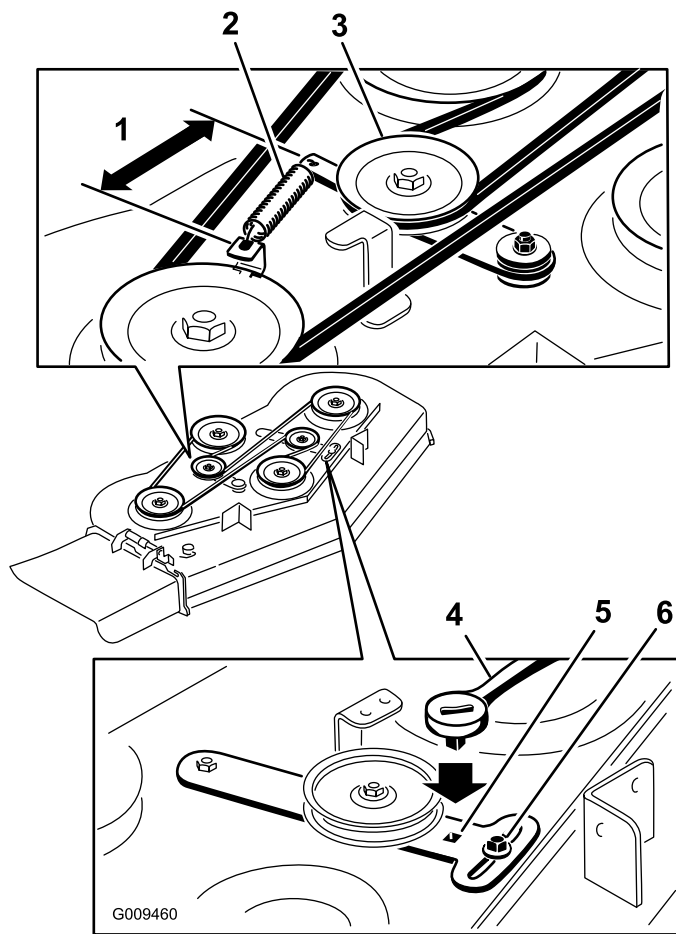

Figura 66
5. Togliete la cinghia del tosaerba usurata (Figura 66).
6. Montate la nuova cinghia del tosaerba attorno alle pulegge del piatto di taglio e alla puleggia della frizione (Figura 66).
7. Usando un cricchetto nel braccio di rinvio, serrate la puleggia tendicinghia fino a tirare la cinghia di 14,6 cm da gancio a gancio (Figura 66).